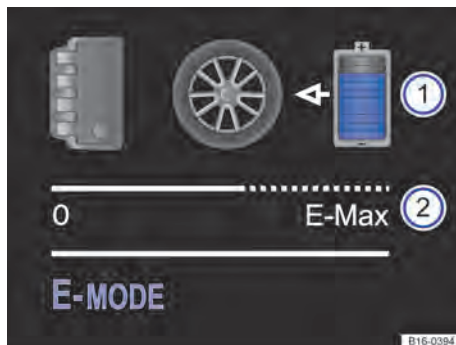

Fig. 20 No display do instrumento combinado: indicador do fluxo de energia (1) e indicador da disponibilidade de potência elétrica (2).
O fluxo de energia da propulsão híbrida é exibido no display dos instrumentos combinados com base em representações simbólicas e setas ⇒ Fig. 20 (1). Assim, o indicador do fluxo de energia pode ajudar a condução a economizar energia.
Modo de condução **E-MODE** (condução puramente elétrica) é exibido no display do instrumento combinado a disponibilidade de potência momentânea da propulsão elétrica ⇒ Fig. 20 (2). Em todos os outros modos, a indicação está desativada, portanto sem deflexão de barras e acinzentado.